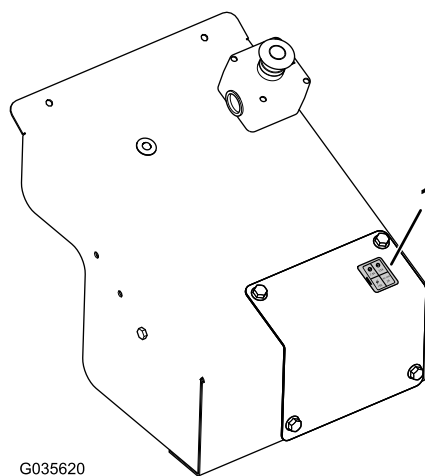

Bild 22
13. Bringen Sie den Sicherungsaufkleber auf der Abdeckung für die manuelle Übersteuerung an (Bild 22).